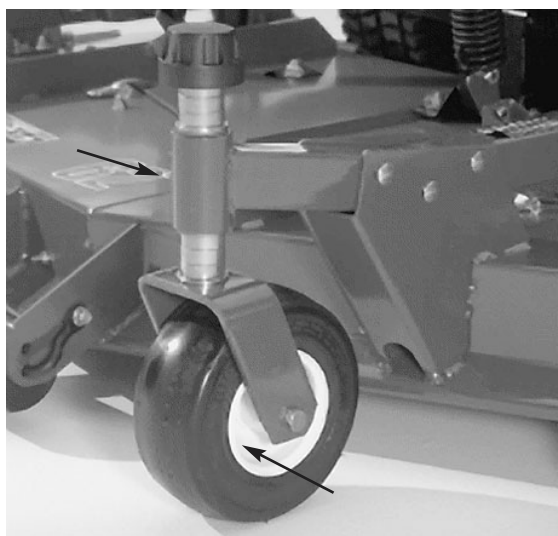
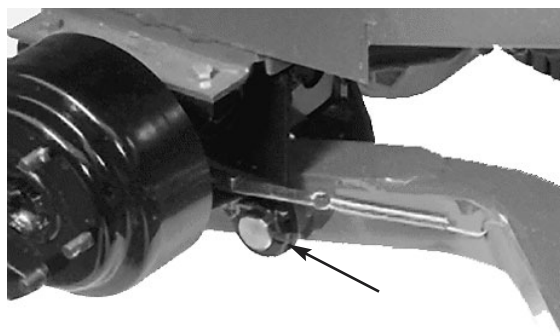

Fig. 8
Fig. 9
1. Klippeenheten har lagre og foringer som må smøres. Smørepunktene er: fronthjulets spindelforinger (fig. 8); hjullagrene foran og bak (fig. 8); svingbolter på høyre og venstre løftearm (fig. 9); bladspindellagrene (fig. 10) og høyre og venstre kuleledd (fig 10).